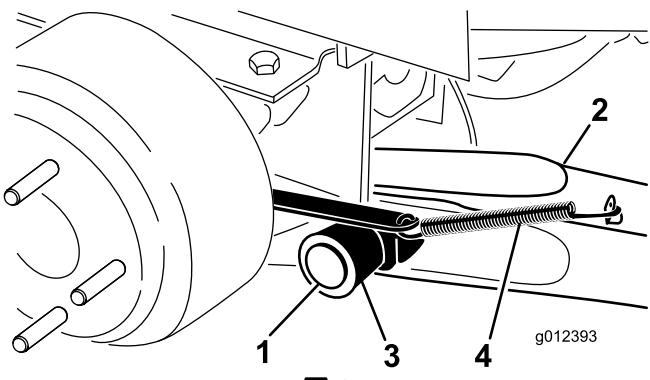

図3
- ピボットピン1本、コッターピン1本を使って、ピボットブラケットに昇降アームを取り付ける**図3**。昇降アームを、曲がった部分が外側を向くようにして取り付ける。
7. ブレーキリターンスプリングを昇降アームのタブ引っ掛ける図3。